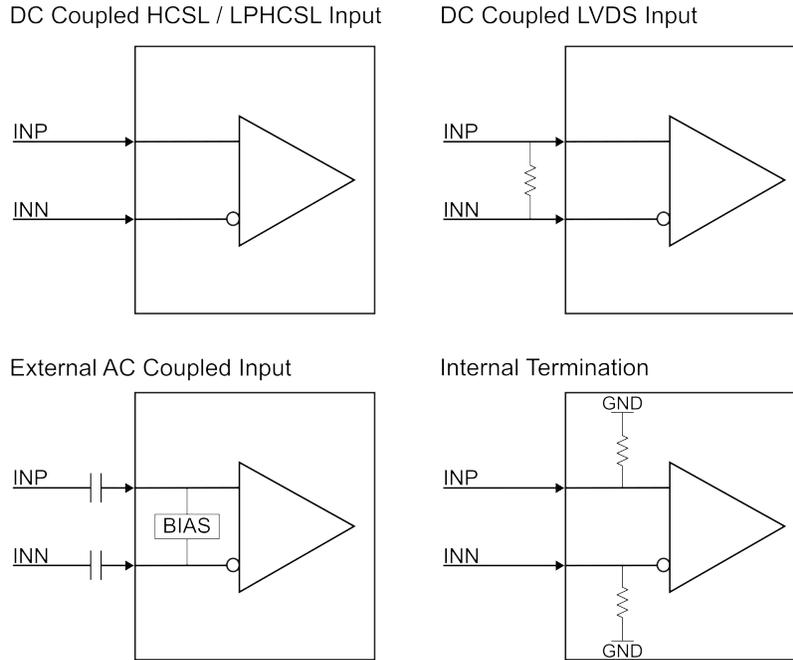

图 3-1. 输入接口
3. 将 100MHz 参考时钟连接到 CLKIN_P/N。请参阅图 3-1，了解不同的输入基准配置。
LMKDB1120 可根据输入摆幅和共模电压支持不同的输入接口。有四种输入接口类型，可以使用外部元件和内部端接方案在 LMKDB1120 上进行配置，如图 3-1 所示。如果使用信号发生器，请确保使用 $100\ \Omega$ 电阻器填充 $R34$ ，或者使用内部或外部 $50\ \Omega$ 终端接地。